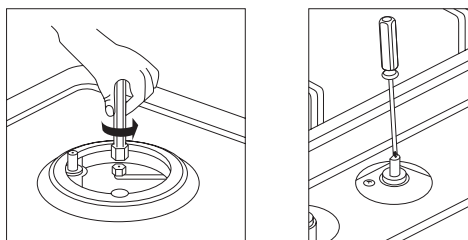

Рис. 9
- снимите ручку управления и вращайте ее регулировочный винт (расположен внутри ручки газового крана). Для уменьшения пламени – закрутите винт, для увеличения – ослабте. (Рис. 9).
Горелка гаснет при установке рукоятки в положение «Слабое пламя»	<ul style="list-style-type: none">– Отверстия в горелке не забиты.– Вокруг нет сильных сквозняков.– Минимум подачи газа установлен корректно (см. Рис.9 и раздел «регулировка минимального пламени»).